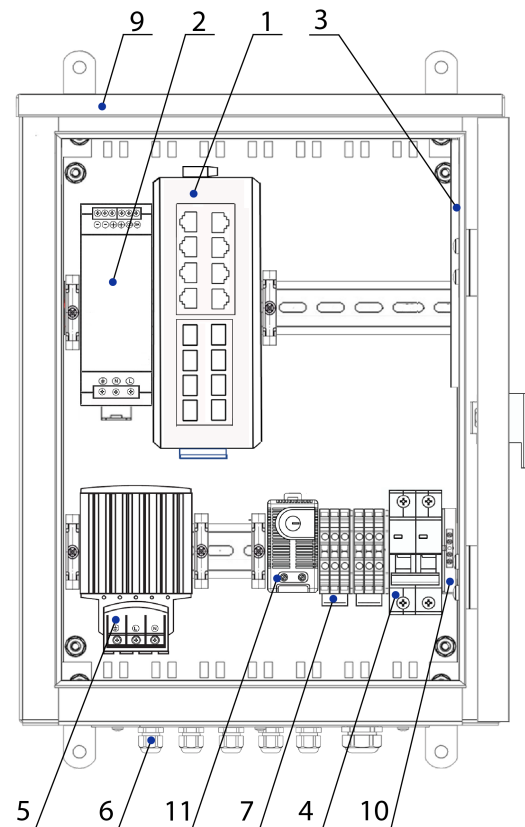

Рис.1
СОСТАВ ИЗДЕЛИЯ (СМ. РИС.1)
1. Заземлить изделие при помощи зажима наборного 10 (рис.1).
5. Подключить кабель питания к входу автомата питания 4 (рис.1).